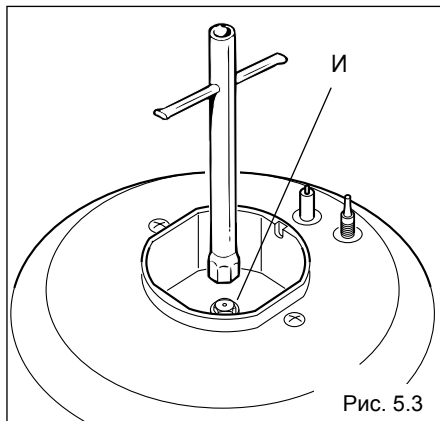

Рис. 5.3
- ✓ С помощью ключа замените старые форсунки на новые «И» (Рис. 5.3), специально спроектированные для использования нужного Вам газа.